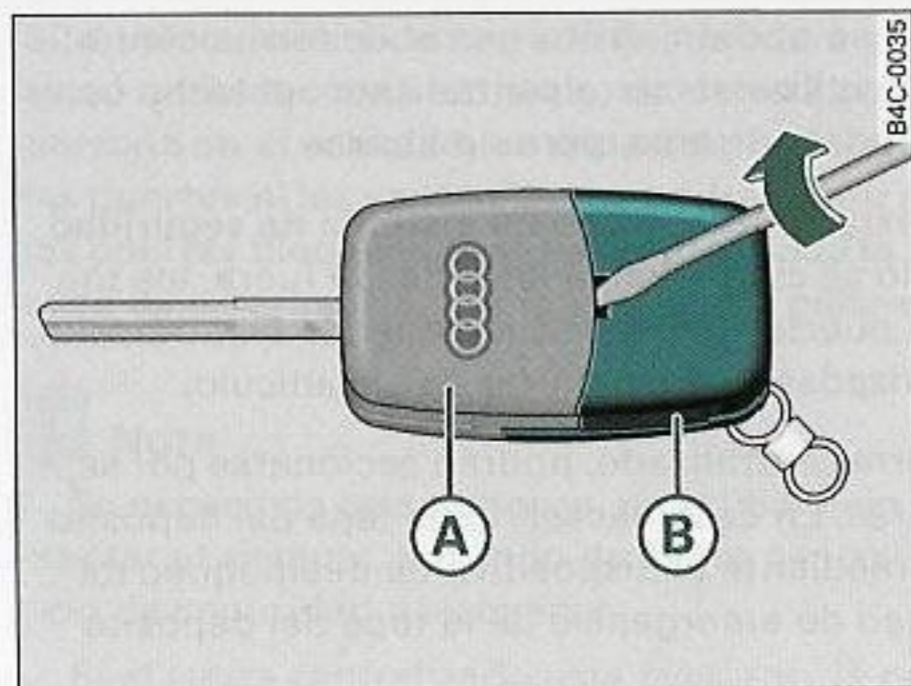

Fig. 43 Llave principal desplegada
Cada llave principal tiene una pila (pila plana) que está alojada en la tapa (B) de la carcasa del emisor ⇒ fig. 43.
- Separe **con cuidado** la parte de la llave (A) ⇒ fig. 43 y la carcasa del emisor (B) ⇒ fig. 43 haciendo palanca y girando al mismo tiempo con un destornillador.